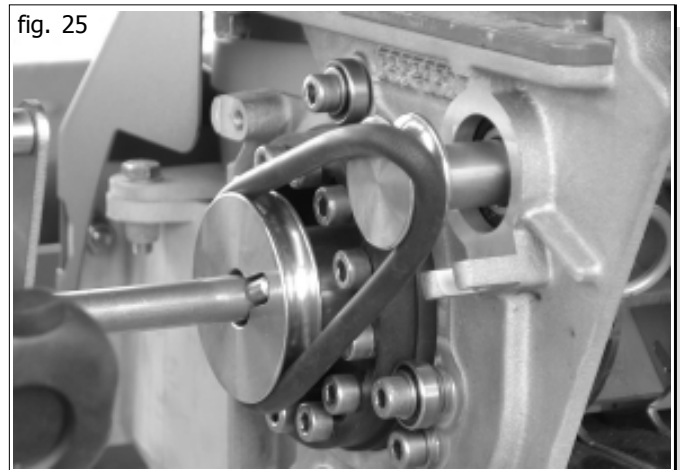

fig. 25
- Per disattivare l'agitatore, sollevare la cinghia tonda sopra il bordo della puleggia motrice e, sul lato opposto, girare agevolmente il rullo dosatore nella direzione di trascinamento. La cinghia salta (Fig. 25).